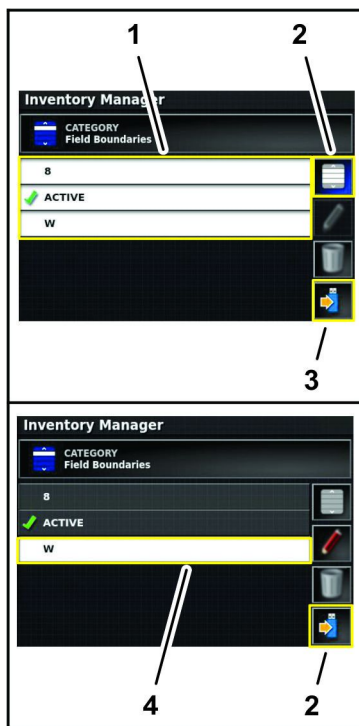

Bild 100
- Tippen Sie auf das Symbol Alle auswählen, um alle Informationen aus der Kategorie auszuwählen (Bild 100).
- Tippen Sie auf das/die einzelne(n) Symbol(e) der Informationen aus der Kategorie (Bild 100).
8. Tippen Sie auf das Symbol Ausgewählte Elemente speichern (Bild 100).